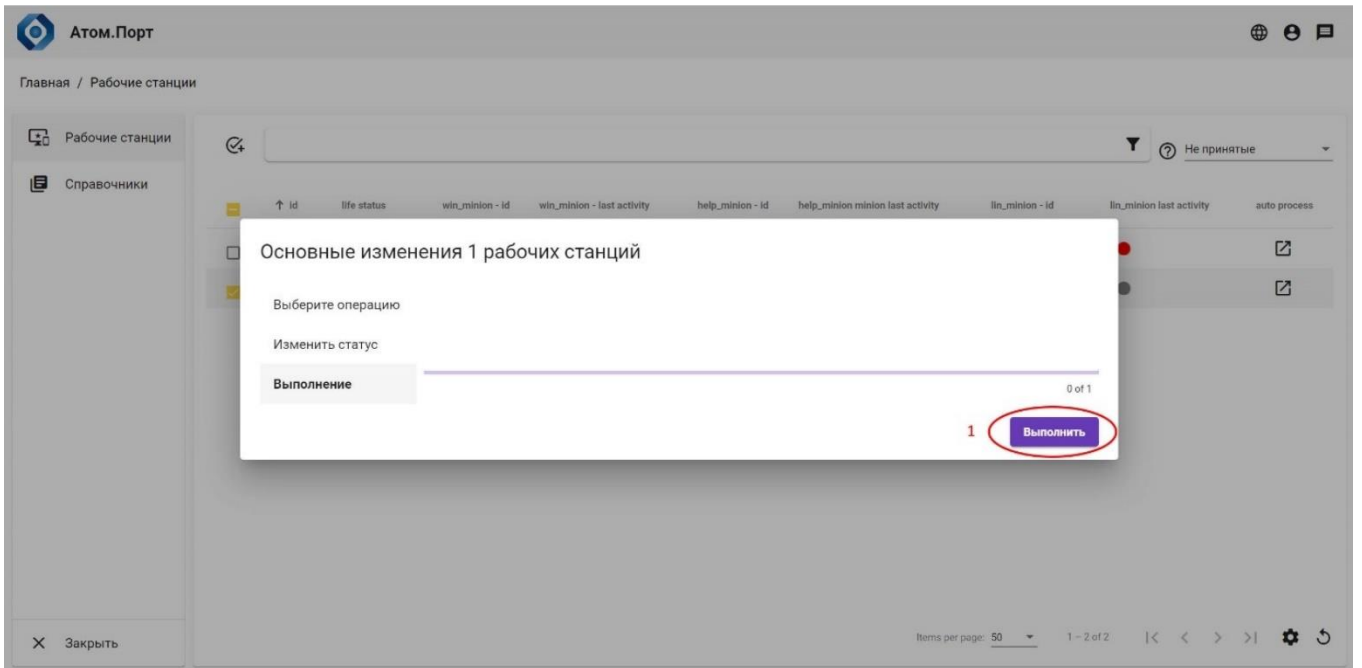

Рисунок 24 – Подтверждение операции изменения состояния РС
5. Нажать кнопку «**Выполнить**» (Рисунок 24, поз. 1), затем нажать кнопку «**Заккрыть**»: